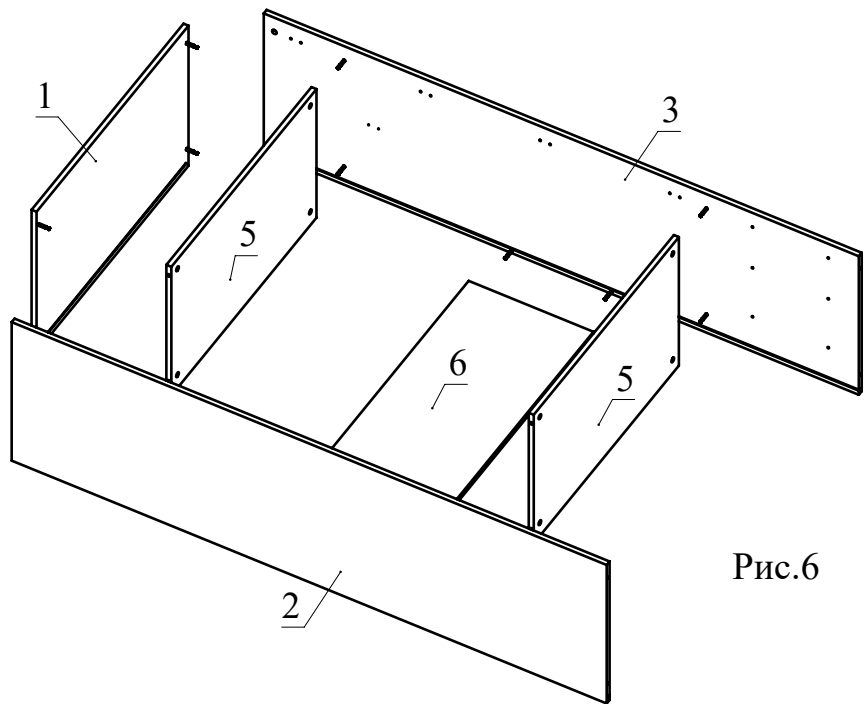

Рис.6
5. Установите детали 5, 6 между деталями 2, 3 и затяните головки минификсов по часовой стрелке до упора (Рис. 6). Деталь 1 установите на детали 2, 3 и затяните головки минификсов (Рис. 6).